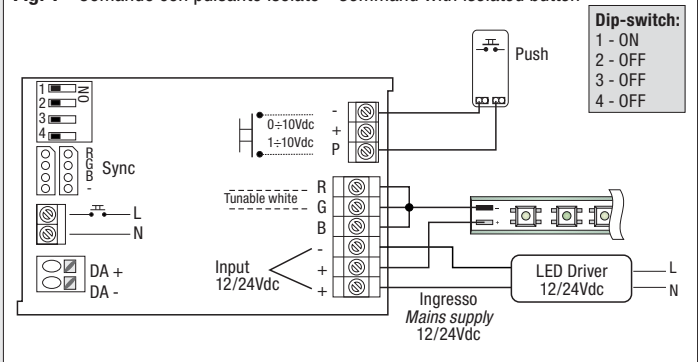

Fig. 2 - Comando con pulsante non isolato - Command with not isolated button
- 2 - Pulsante NA non selv (riferito sulla rete - Fig. 2)
- 2 - Non SELV NA push-button (referred to on mains - Fig. 2)